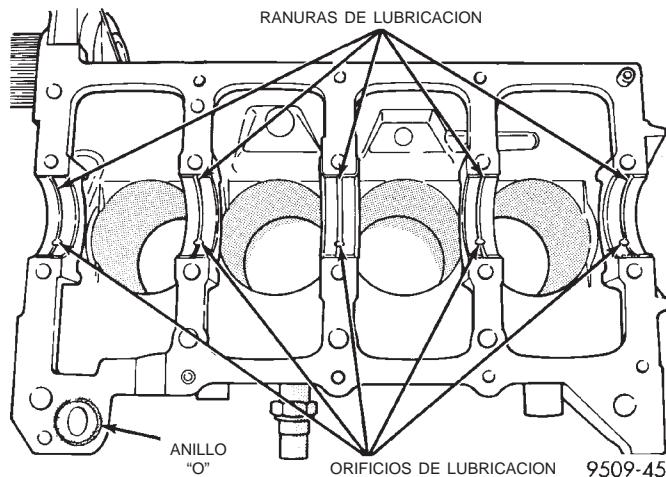

Fig. 77 Instalación del casco superior del cojinete principal
(1) Instale los cascós de cojinete principal con la ranura de lubricación situada en el bloque de cilindros. Instale el anillo "O" en la escotadura del bloque (Fig. 77).